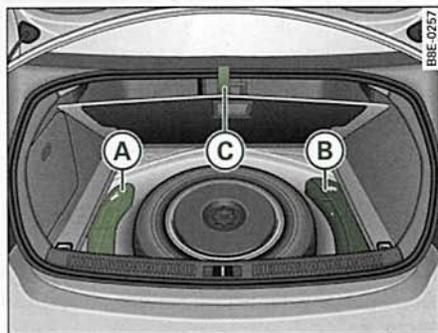

Fig. 227 Caja de las herramientas y gato
Las herramientas de a bordo (A) y el gato (B) ⇒ fig. 227 se encuentran en el maletero, debajo de la superficie de carga.
- Enganche el asa (C) en la junta del maletero.